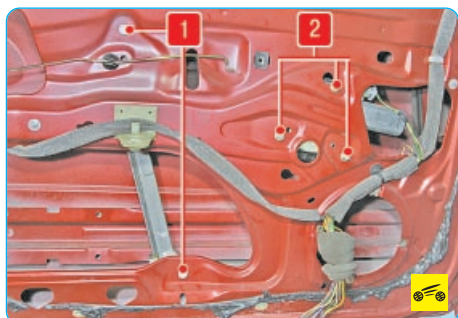

Рис. 11.1. Крепление механизма стеклоподъемника к внутренней панели передней двери: 1 – болты крепления направляющей; 2 – гайки шпилек крепления моторедуктора
3. Выверните болты 1 (рис. 11.1) крепления направляющей стеклоподъемника к внутренней панели передней двери.